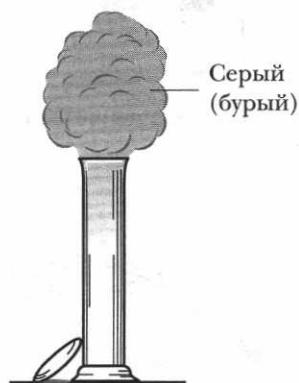

Рис. 34. Окисление оксида (II) на воздухе
По химическим свойствам оксид азота (II) относится к несолеобразующим, или безразличным, оксидам, так как он не образует никакой кислоты и не реагирует со щелочами. Но он легко окисляется кислородом воздуха. Стоит только снять с сосуда с оксидом азота (II) закрывающее его стекло, как над сосудом появляется бурое облако оксида азота (IV) с резким запахом (рис. 34).